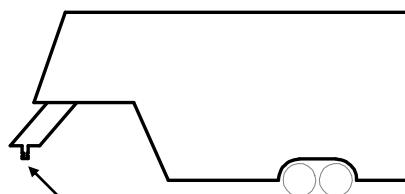

Figure 2
2. Les camions à caisse courte (moins de 2,44 m [8 pi]) nécessitent un dégagement de braquage supplémentaire pour éviter les dommages à la cabine du camion ou à la remorque durant les virages normaux. La meilleure façon est d'utiliser une rallonge de pivot d'attelage (voir figure 2). Cequent Performance Products, Inc. suggère d'utiliser une rallonge de pivot d'attelage de 33 cm (13 po) minimum pour manœuvrer plus facilement avec un camion à caisse courte. Contacter le fabricant de votre remorque ou Cequent Performance Products, Inc. Pour des options de rallonges de pivot d'attelage.